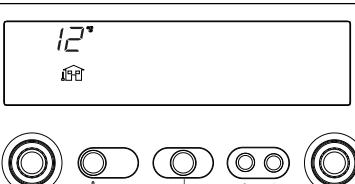

Fig. 30
**Info 1** só com a sonda externa ligada, visualiza a temperatura externa (ex. 12 °C) (fig. 30). Os valores visualizados pelo display estão incluídos entre - 40 °C e 40 °C. Para além destes valores o display visualiza " - - "